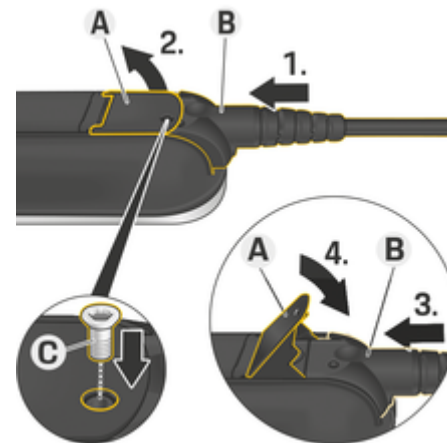

Abb. 9 Kabel befestigen und Stecker fixieren
- ✓ Hebel **A** (Abb. 9) ist geschlossen.
1. Stecker **B** (Abb. 9) bis zum ersten Widerstand in die Bedieneinheit einschieben.
5. Stecker **B** mit der Schraube **C** (Abb. 9) an der Bedieneinheit festschrauben.